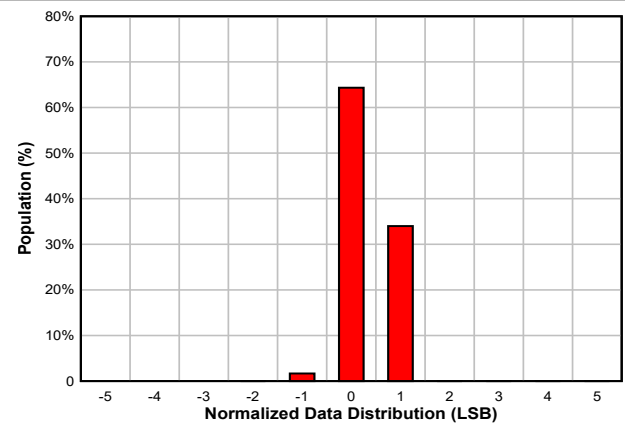

图 7-12. 转换时间为 5.5ms 和取平均值功能开启时的数据分布情况 (16 位格式)
(1) 可重复性是指在相同条件下连续进行温度测量时重现读数的能力。参阅图 7-12
(2) 在 $150^\circ C$ 结温下进行加速使用寿命测试可确定长期稳定性。
(3) 在总线供电模式下, $V_S = V_{PUR}$ 。在电源供电模式下, $V_S = V_{DD}$ 。
(4) 转换之间的静态电流。
(5) 需要使用上拉电流参数来调整总线上拉电阻的大小 (请参阅节 8.3.3) , 以便进行有效温度转换或 EEPROM 读取和编程操作。